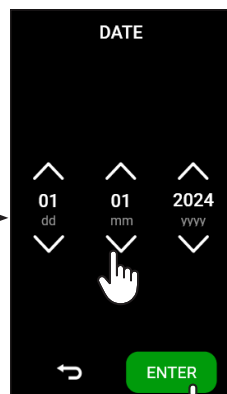

fig.4
No caso de instalação embutida com uma prateleira por cima do aparelho, deve ser deixado um espaço de pelo menos 5 cm entre a parte inferior da prateleira e a parte superior do aparelho (fig.4).
- Definir a data atual e premir ENTER (fig.4);